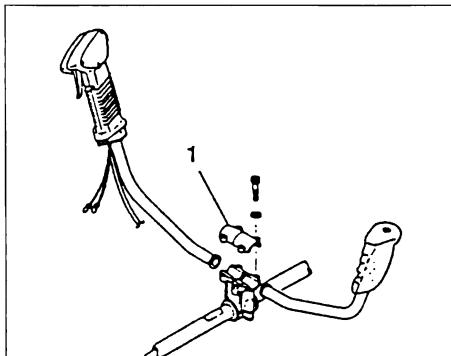

Fig. 1-3
Remove the handle bracket (1) from the assembly. (Fig. 1-3)
Déposer le support de poignée (1) de l'ensemble. (Fig. 1-3)
Toglieva la parte superiore del morsetto (1) del manubrio. (Fig. 1-3)
Den Griffhalter (1) von der Einheit abnehmen. (Fig. 1-3)
Quitar el soporte del manillar (1). (Fig. 1-3)
Tag loss överfallet (1). (Fig. 1-3)